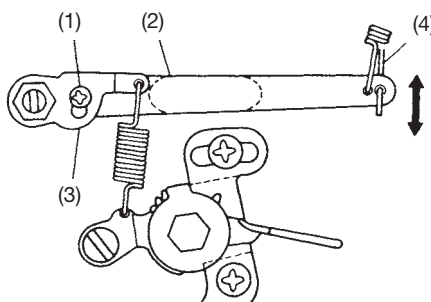

Fig. 12B
- 1) Innanzitutto, a motore spento, allentate la vite A (1). Tirate verso l'alto la leva esterna del regolatore (2) e spingete verso il basso la leva a molla del regolatore (3), quindi contemporaneamente stringete di nuovo la vite A. (Fig. 12B)